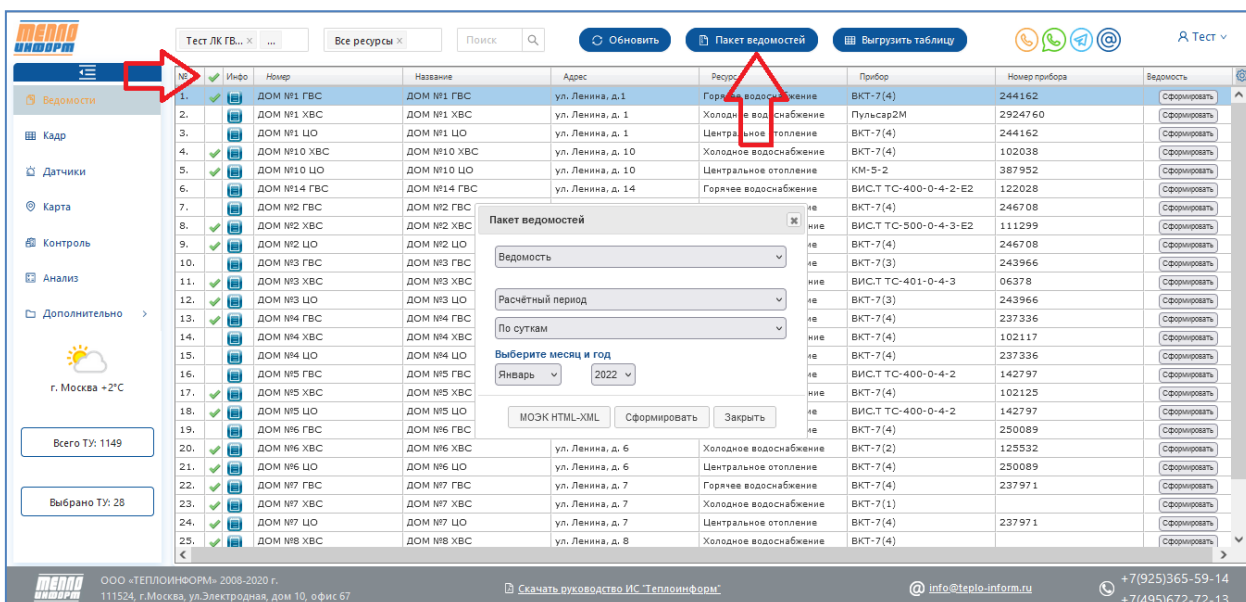

Рис. 29. Таблица точек учёта с множественным выбором
- 1) нажать на кнопку – «Пакет ведомостей». После этого в таблице точек учёта столбец с галочками - в нем следует выбрать точки учёта, по которым сформируется пакет ведомостей (см.Рис. 29).